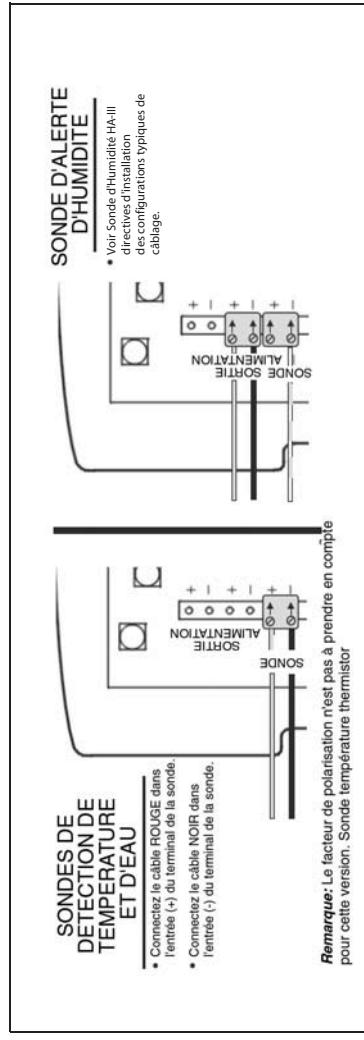

Figure 7. Connexions des sondes de l'EA200/EA400
3. En utilisant l'adaptateur TB inclus avec la sonde, relier les fils de la sonde au connecteur approprié ENTREE SONDE (+) et (-) sur le l'en-tête de la carte EA200/EA400 suivant les indications du Figure 7. Lorsqu'applicable, respectez les polarités.